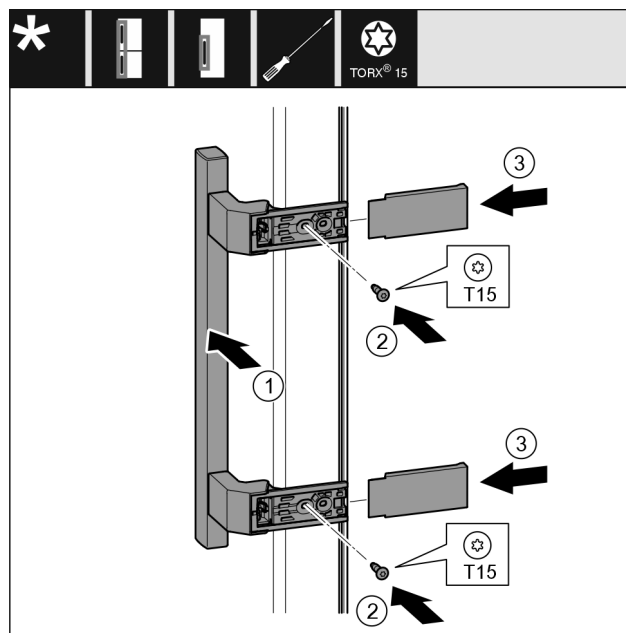

Fig. 21
- Установите ручку Fig. 21 (1) на противоположной стороне.
- Затяните винты Fig. 21 (2) отверткой.
- Установите крышки Fig. 21 (3) сбоку и надвиньте их.